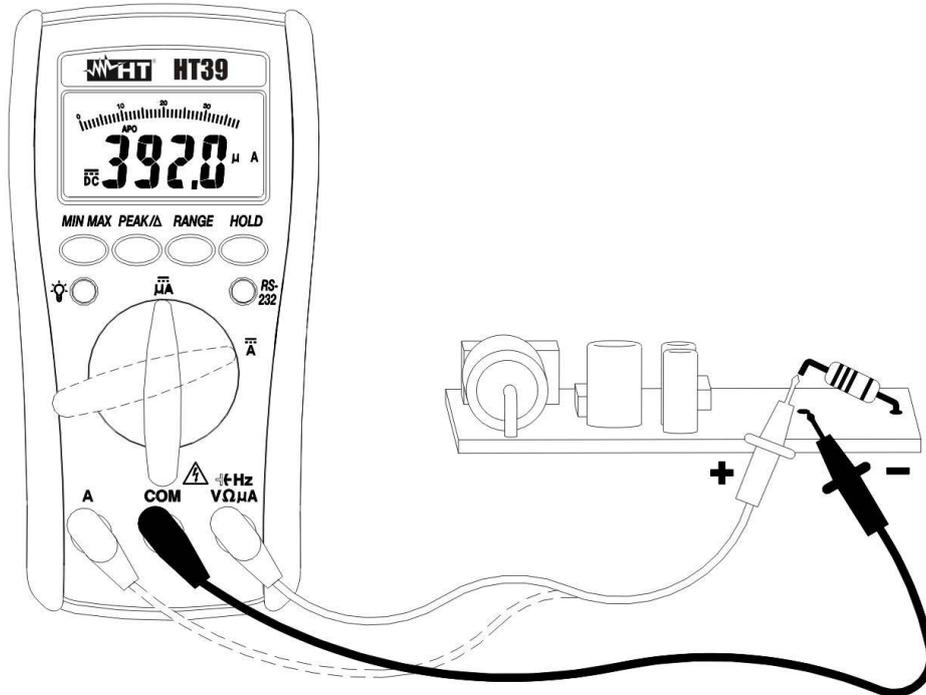

Fig. 5: Misura di Corrente DC
3. Inserire il cavo rosso ed il cavo nero nei terminali di ingresso **A** e **COM** (Fig. 5).
4. Collegare il puntale rosso ed il puntale nero in serie al circuito del quale si vuole misurare la corrente rispettando la polarità ed il verso della corrente indicato in Fig. 5.
8. La visualizzazione del simbolo "-" sul display dello strumento indica che la corrente ha verso opposto rispetto alla connessione di Fig. 5. Premere il tasto **RANGE** per il cambio portata manuale attivo nella sola posizione $\overline{\mu\text{A}}$.